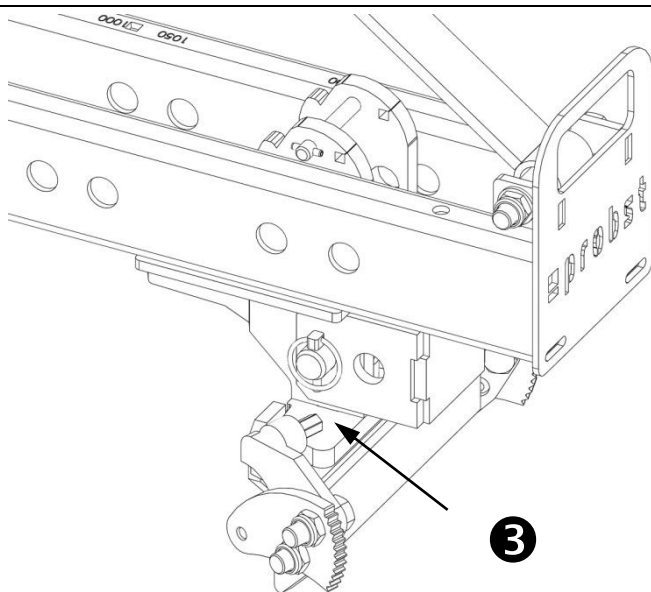

Fig. 12
- Posizionare il gancio mobile o la sospensione mobile (3) alla larghezza nominale corrispondente (NW), vedi Fig. 12.